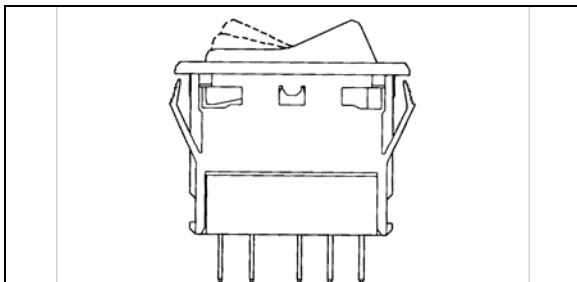

FIGURE 61: COMMUTATEUR
- Pour installer un nouveau commutateur, inverser la procédure (Figure 61).